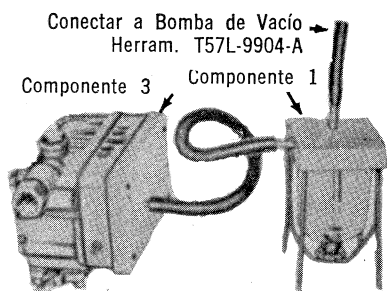

Fig. 1—Prueba de la Válvula de Potencia.
2. Instale la taza de combustible, el bloque de medición y juntas en la placa adaptadora del dispositivo de pruebas (Fig. 1). Asegúrese que los tornillos de la taza estén debidamente apretados.